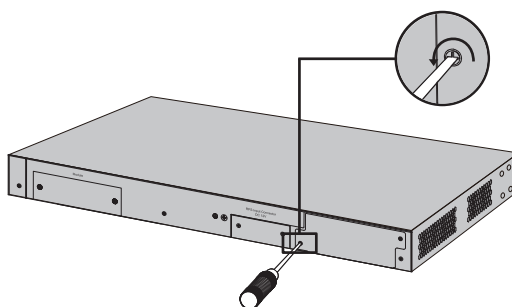

Рисунок 3-4 Снятие защитной крышки
2. С помощью отвёртки Филлипс открутите удерживающие шурупы и снимите защитную крышку со слота для дополнительных интерфейсов (для примера см. рисунок 3-4).